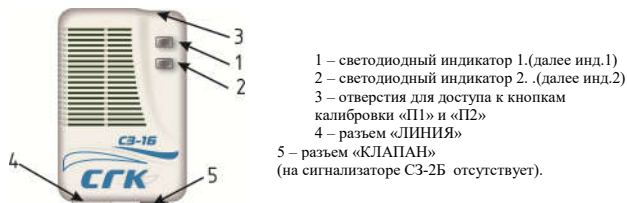

Рисунок 1. – Сигнализатор загазованности. Внешний вид.
Сигнализатор загазованности оснащен собственной световой (индикаторы 1 и 2 рис.1) и звуковой сигнализацией.
1. клапан открыт – зеленый цвет свечения светодиодного индикатора 2 (рис.1);
2. клапан закрыт – желтый (оранжевый) цвет свечения светодиодного индикатора 2 (рис.1);
- индикаторы 1 и 2 загораются зеленым цветом на 1 с, затем красным цветом. (рис. 1);
Затем сигнализатор переходит в режим «ПРОГРЕВ». При этом в течение первых трех минут для СЗ-2Б и одной минуты для СЗ-1Б/СЗ-1-1Б игнорируется сигнал с датчика загазованности, что сопровождается прерывистым свечением светодиодного индикатора 1 (рис. 1). Цвет свечения – зеленый. По истечении времени прогрева (табл. 1) сигнализатор входит в рабочий режим.